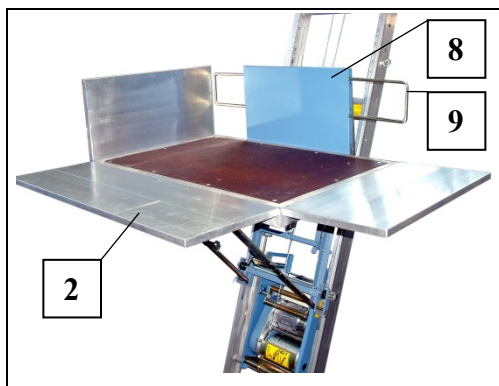

Fig. 53 Mutarea pereților frontali
- Peretele lateral frontal (8) se poate rabata de asemenea (de ex. pentru descărcarea mai facilă la capătul superior al benzii de rulare a scării).
- Cadrele de protecție (9) se împing spre interior (vezi Fig. 53).
- Peretele lateral (8) se ridică în sus, se rabatează și se împinge în cadrul platformei.